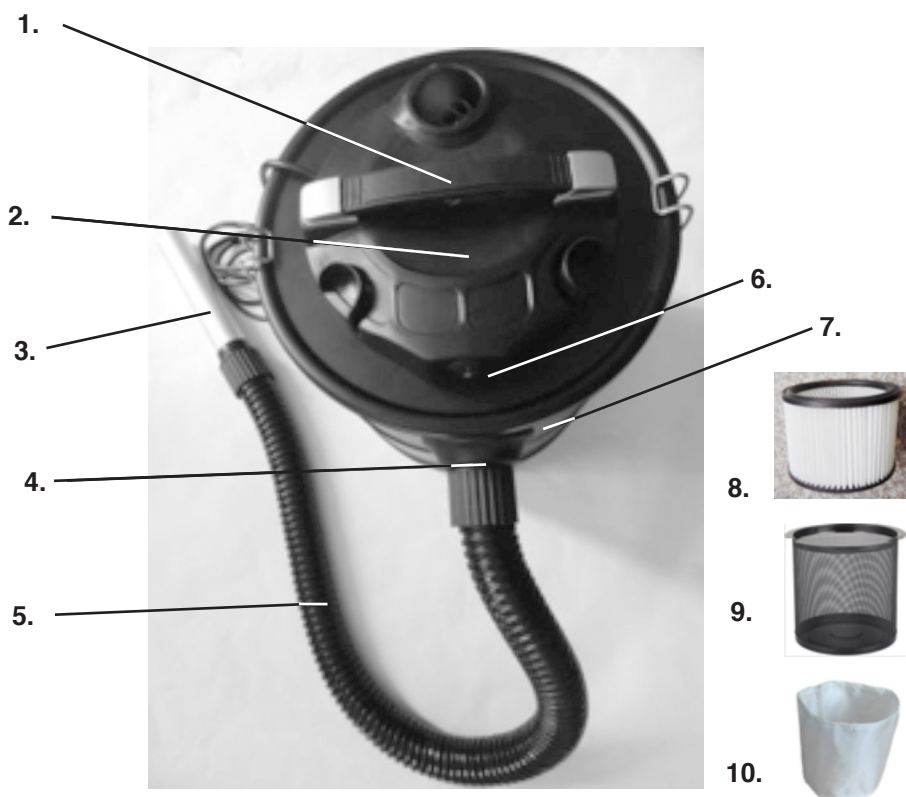

Fig. A1
- - Estrarre l'apparecchio e gli accessori dall'imballaggio e verificare che l'apparecchio e gli accessori siano in buone condizioni (Fig. A1).
- Inserire il tubo di alluminio nel tubo flessibile e poi inserire l'altra estremità del tubo nella presa d'aria (Fig. A1).